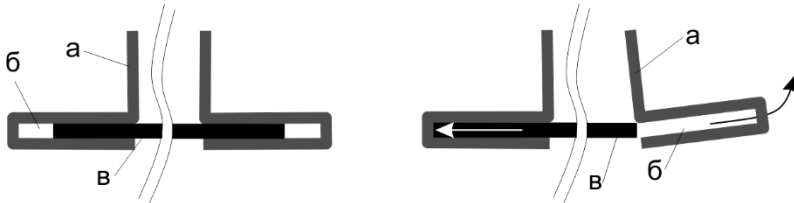

Рис. 4. Порядок извлечения поддона. а-держатель, б-паз держателя, в-поддон
5.12. Снять поддон (Рис. 4). Для извлечения поддона необходимо сдвинуть поддон (в) в сторону одного из держателей (а) до упора, другой держатель (а) слегка отвести в сторону (по направлению «от торца корпуса»). Извлечь поддон (в) из паза (б) держателя (а).